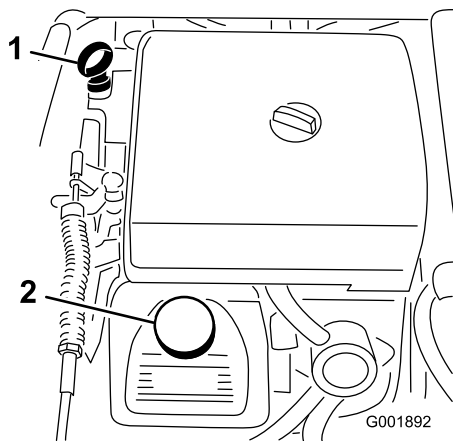

Figure 21
2. Retirez la jauge et essuyez-la sur un chiffon propre (Figure 21). Remettez la jauge dans le tube en l'enfonçant au maximum. Sortez de nouveau la jauge et vérifiez le niveau d'huile.
3. Si le niveau d'huile est bas, retirez le bouchon de remplissage du couvre-culasse (Figure 21) et ajoutez la quantité d'huile nécessaire pour amener le niveau au repère maximum sur la jauge. Reportez-vous à la section Entretien de l'huile moteur, sous Entretien du moteur, pour connaître le type d'huile et la viscosité qui conviennent. Versez l'huile lentement et vérifiez souvent le niveau durant la procédure. Ne remplissez pas excessivement.